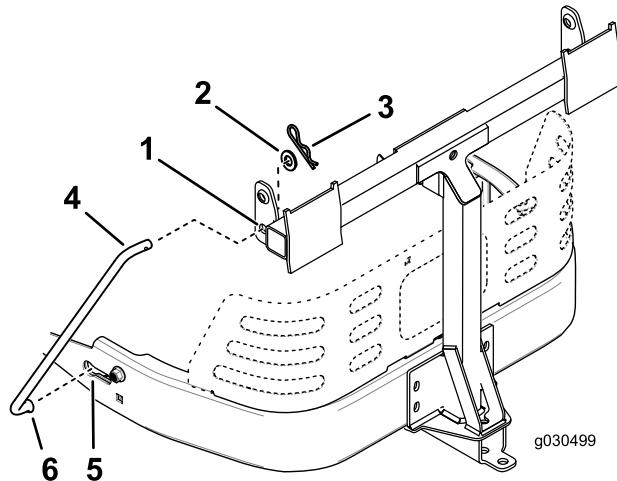

Figure 18
- 4. Montez l'extrémité coudée et évasée d'une tige dans le trou oblique sur le côté gauche du cadre de la machine, et déplacez la tige vers l'arrière pour l'enclencher dans le cadre (Figure 18).
- 5. Insérez les extrémités coudées de la tige dans l'attelage d'accessoire comme illustré à la Figure 18, et fixez l'extrémité de chaque tige avec une rondelle et une goupille fendue.